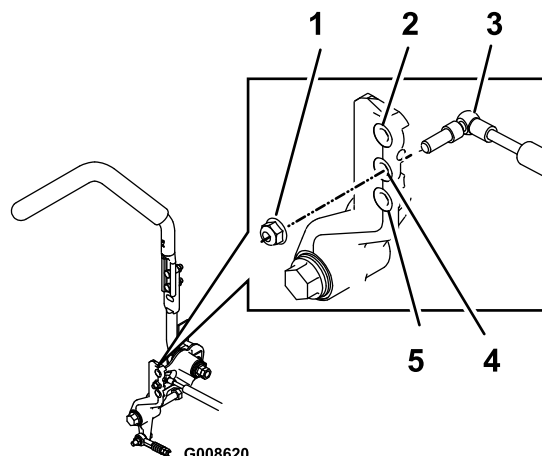

Рисунок 64
2. Выверните контргайку, переместите монтажный болт демпфера в нужное положение и заверните контргайку. Варианты установки см. на Рисунок 64.